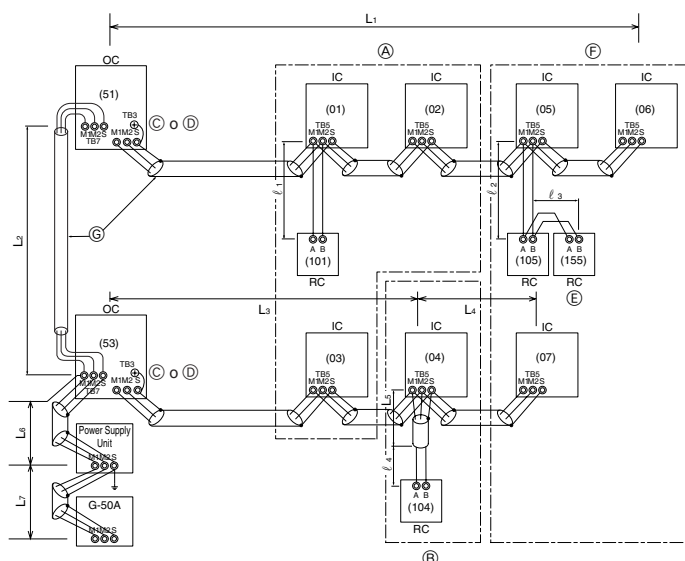

Fig. 6-2
- M-NET Unità del comando a distanza (Fig. 6-2)